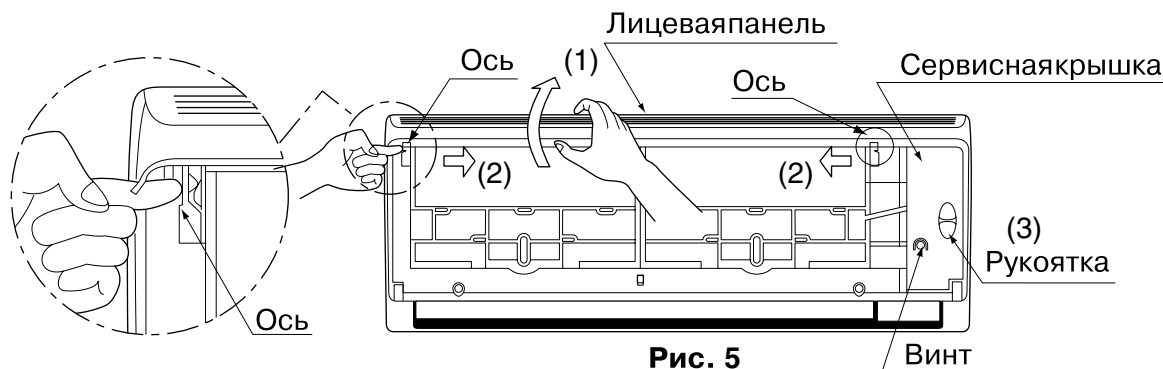

Рис. 5
(4) Снимите лицевую панель и сервисную крышку. (См. рис. 5)